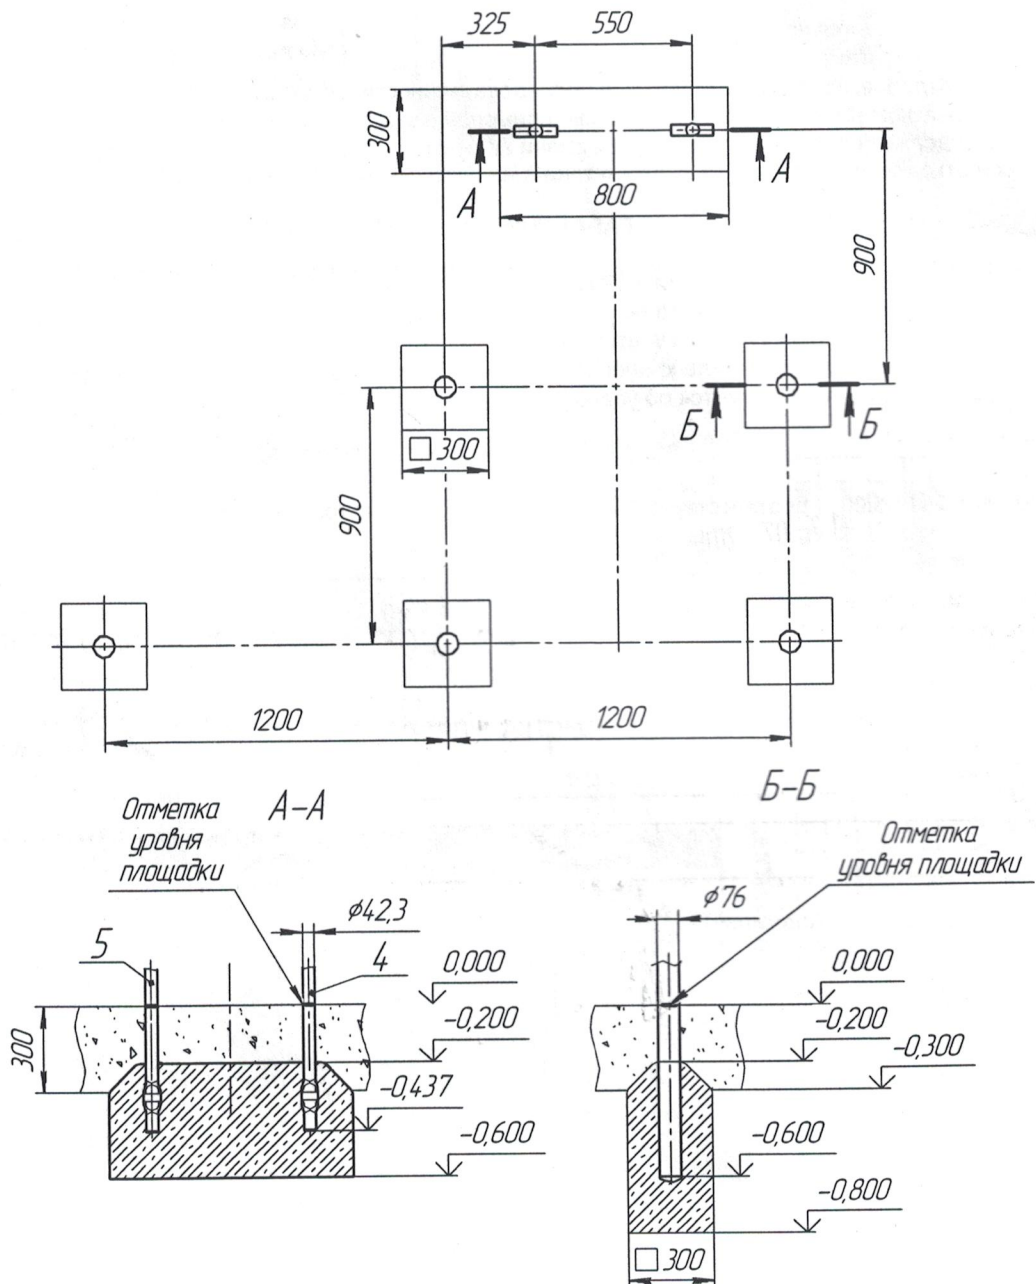

Рис. 3.
- Подготовить приямки по схеме на рис. 3.
- Установить в приямки стойки (поз.1 и 2), лаз-лестницу(поз.3), брусья (поз.4 и 5), присоединенные к стойке и к лестнице верхним концом, и выровнять согласно рис.3.